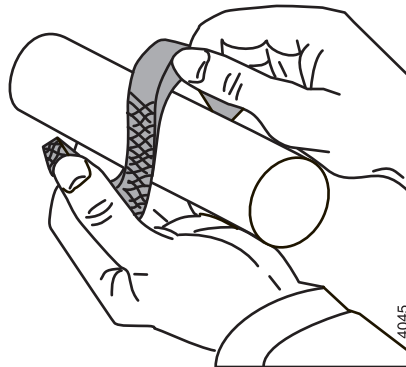

Figura 16: Piegare assialmente gli anelli di guarnizione.
- 1 Montare i 5 anelli di guarnizione. Posizionare le guarnizioni con le aperture alternate. Gli anelli di guarnizione verranno aperti piegandoli solo assialmente, vedere la figura 16